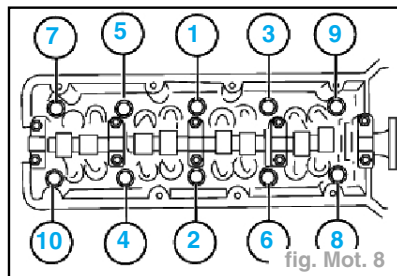

fig. Mot. 8
- les vis de culasse dans l'ordre inverse (**10 à 1**), (fig. Mot. 8)
- Mettre en place les vis neuves légèrement graissées et les serrer au couple dans l'ordre : (fig. Mot. 8)